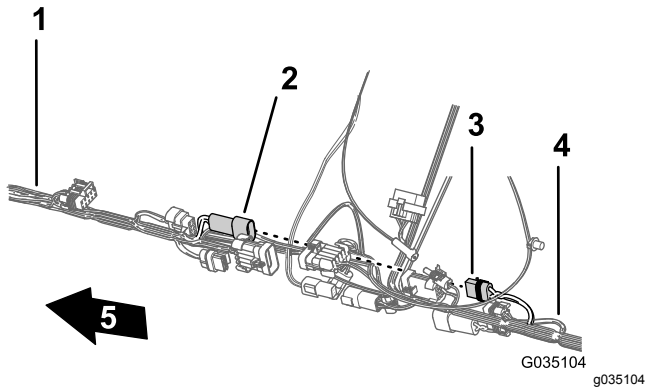

図 90
5. 前方ハーネスのホースリール電源用2ピンコネクタを、後方ハーネスのホースリール電源用2ソケットコネクタに接続する 図 90。